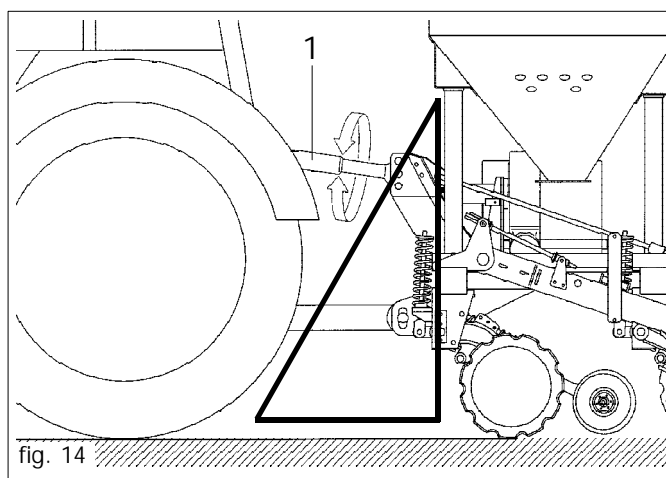

fig. 14
- a) la lunghezza del braccio del terzo punto per macchina portata, (1 fig. 14);